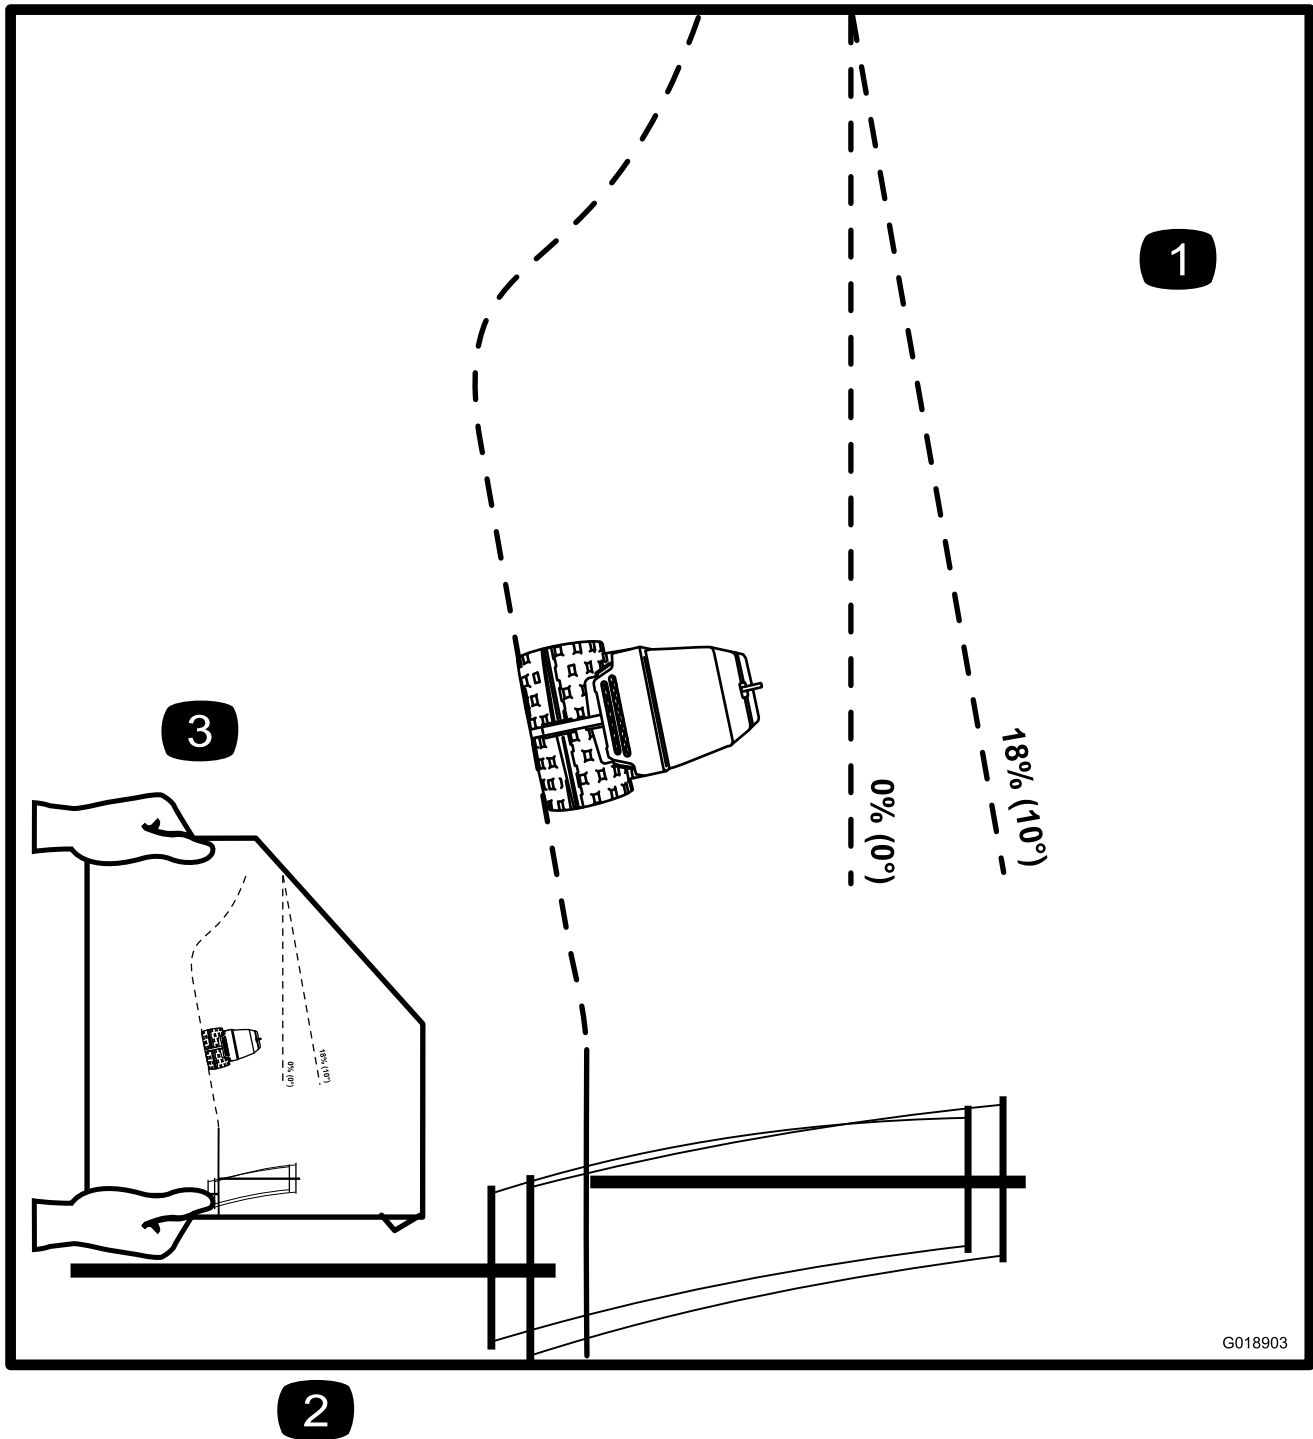

Figura 5
**Nota:** Consulte los límites de inclinación en la Figura 5.